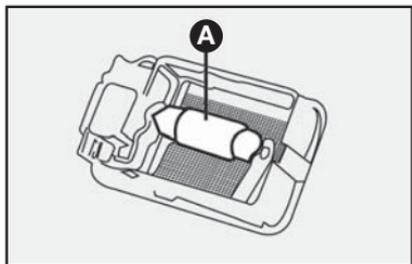

fig. 69
- quite la lámpara de sus contactos de retención y cámbiela por una lámpara nueva **fig. 69**.